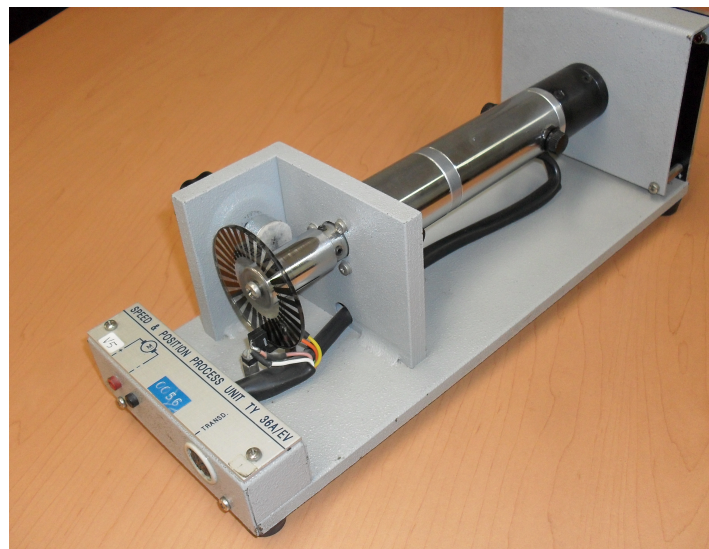

Figura 114: Unidad Exterior.
- Unidad Exterior de Generación de la magnitud física *TY36/EV*, ver figura 114.